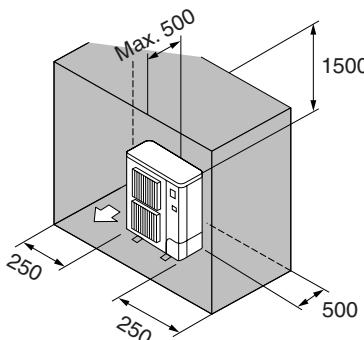

Fig. 2-7
- ⑥ Enbart hinder på baksidan, sidorna och ovansidan (Fig. 2-7)